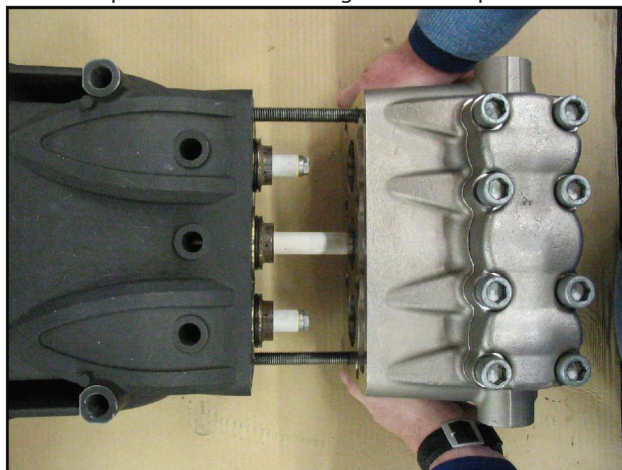

Fig. 33
- B) Lubrifier les composants ②③⑤ avec de la graisse à base de silicone Type OCILIS réf. 12001600 ; cette opération est considérée nécessaire pour faciliter l'adhérence de la lèvre des joints sur le piston.
2. Utiliser deux vis - goupille de service (réf. 27726000) fixées au carter comme le montre la Fig. 33 pour positionner la tête complète en s'assurant qu'elle est insérée seulement sur le piston central.